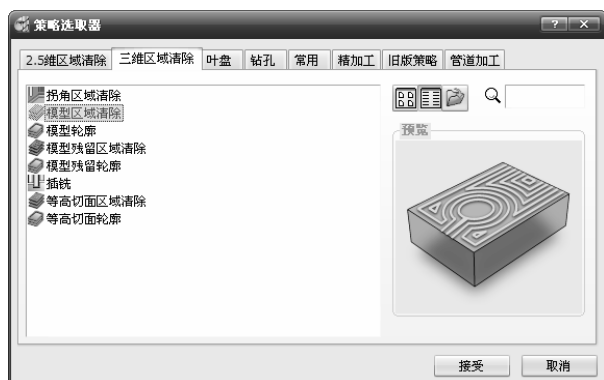

图 5-153 “策略选取器”对话框
1) 单击主工具栏上的“刀具路径策略”按钮，弹出“策略选取器”对话框，单击“三维区域清除”选项卡，在弹出的三维区域清除策略选项中选择“模型区域清除”加工策略，如图 5-153 所示。单击“接受”按钮完成。